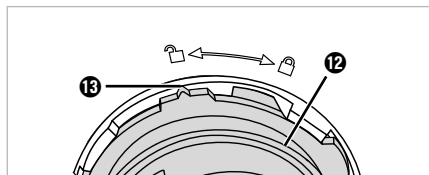

Fig. 6
- 6) Tournez le support 12 dans le sens antihoraire jusqu'à ce que le repère 13 sur le support 12 pointe vers le symbole  sur la cuve à pâte 15 (fig. 6). Sortez le support 12 avec la vis d'extrusion 10.